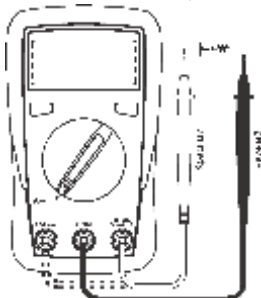

Рис.4 Измерения постоянного (модели RGK DM-10 и RGK DM-12) и переменного тока (только RGK DM-12)
6.6. Измерение постоянного тока (см. Рис. 4)
(только в модели RGK DM-12, см. Рис. 4)